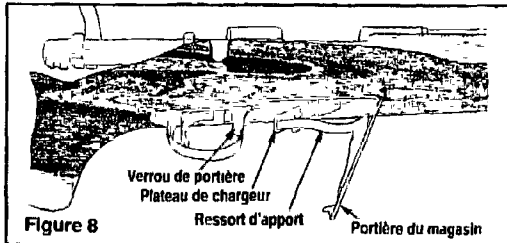

Figure 8
- 8 Appuyez sur le verrou de portière pour ouvrir celle-ci. Voir la figure 8. Le ressort d'apport et le plateau de chargeur vont tomber du magasin.